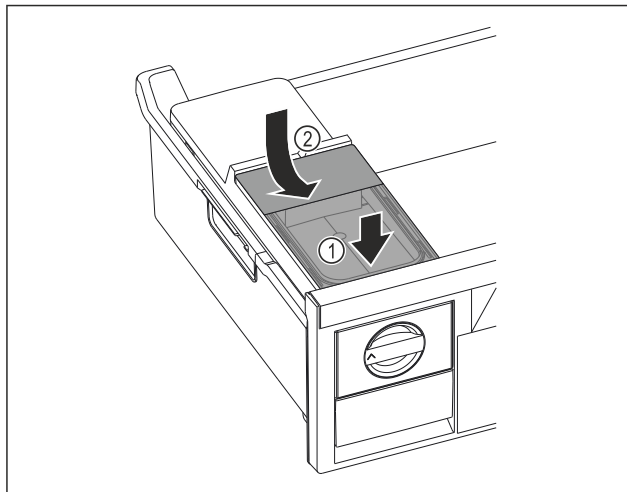

Fig. 73
- ▶ Установите бак для воды спереди Fig. 73 (1)
- ▶ Опустить бак для воды сзади Fig. 73 (2)